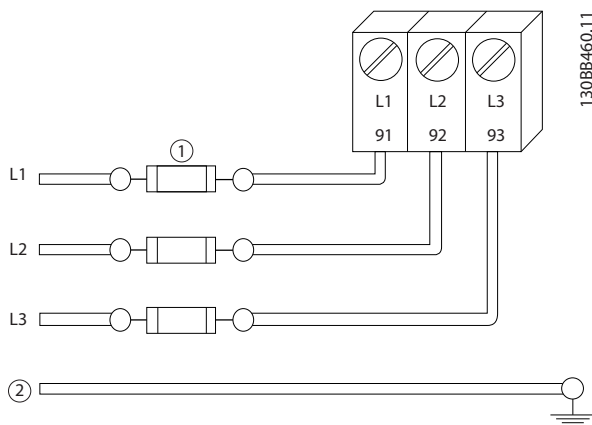

図 2.4 周波数変換器ヒューズ
- すべての周波数変換器は短絡および過電流保護を備えている必要があります。入力ヒューズが保護のために必要です。図 2.4 を参照してください。工場で装備されない場合、ヒューズはインストレーションの一部として設置業者によって取り付けられます。10.3.1 保護の最大ヒューズ定格を参照してください。